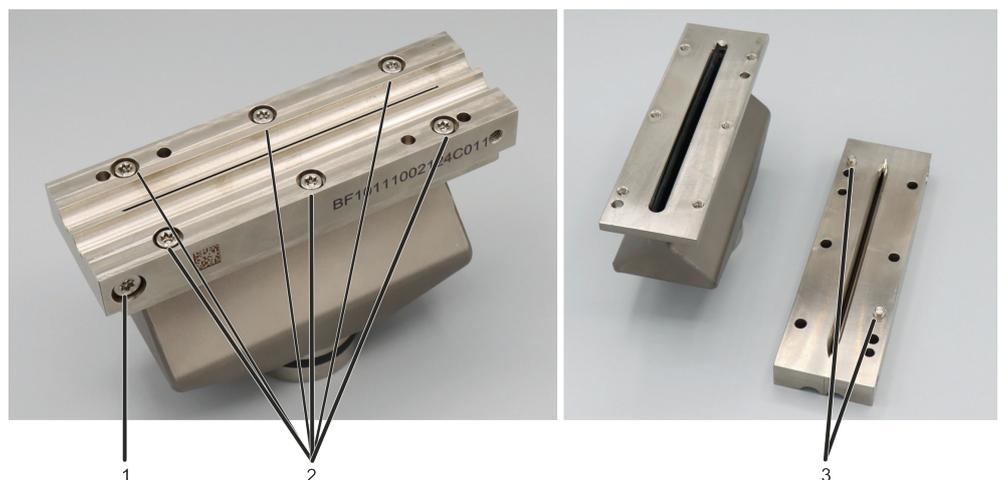

Bild 63 Verschraubungen des Brenners
1. Verschraubungen (2 in Bild 63) der Brennerbacken auf Brennerkörper lösen und Brennerbacken abnehmen.
4. Brennerbacken auf Brennerkörper aufschrauben. Passstifte (3 in Bild 63) an den Brennerbacken sorgen für richtigen Sitz.